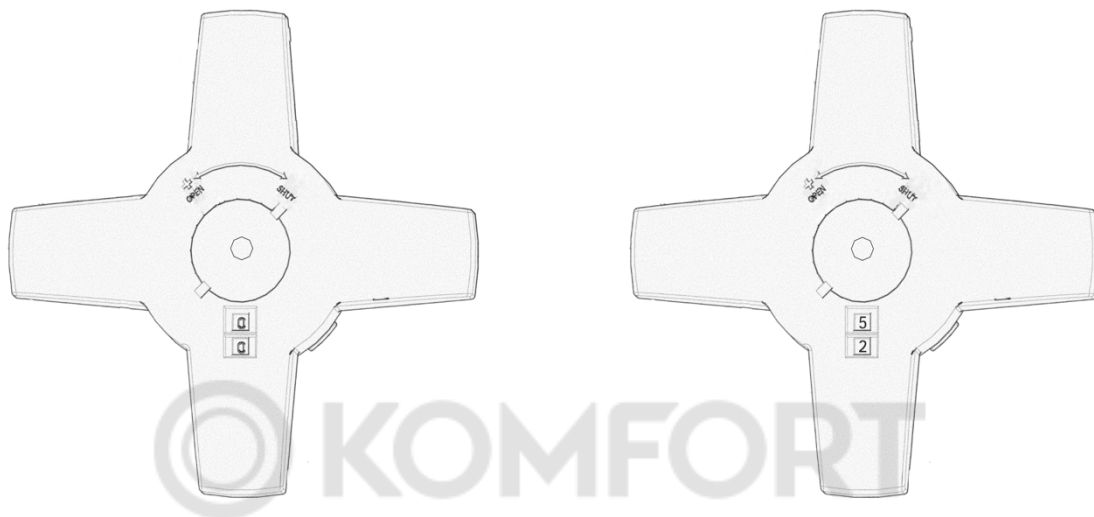

Рис. 2: Клапан закрыт
1. Откройте клапан на 2.5 оборота (Рис.2).
Для проверки настройки клапана сначала закройте клапан, затем откройте до упора; индикатор покажет величину настройки, в данном случае 2.5 (Рис. 2).